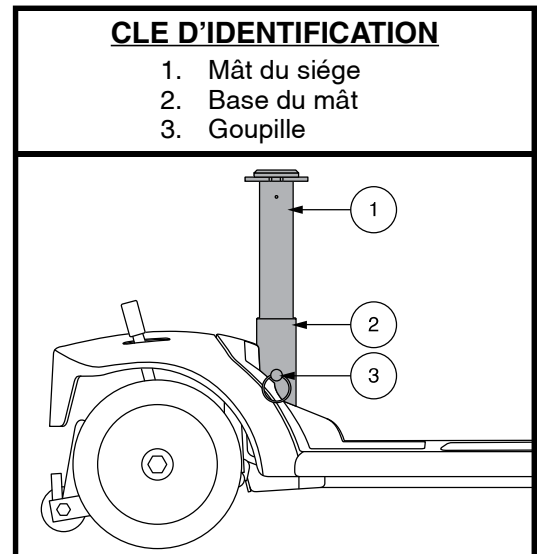

Figure 26 Réglage de la hauteur du siège
La hauteur du siège peut être réglée à volonté. **Voir la figure 26.**
2. Retirez le mât du siège du Travel Scooter en retirant la goupille de détente de la partie inférieure du mât du siège, puis soulevez le mât vers le haut et enlevez-le du Travel scooter. **Voir la figure 26.**